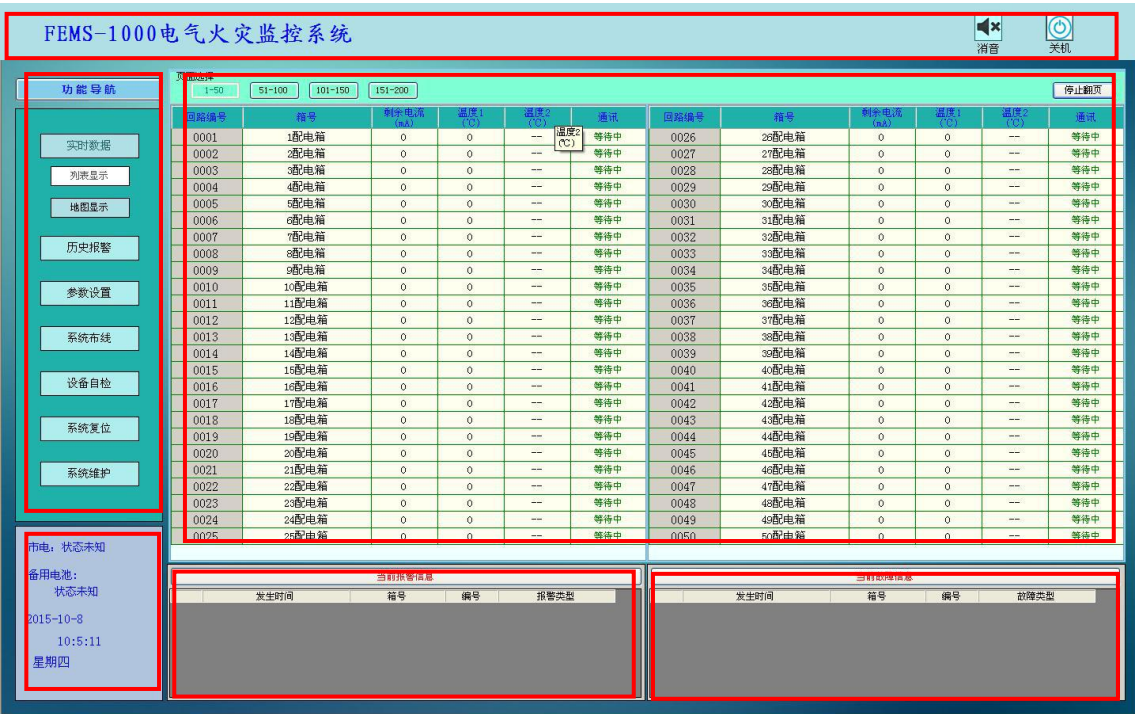

图 2 软件主界面
软件主窗体由六个部分组成(见图 2 软件主窗体)，介绍如下：
3. 活动窗体。在点击导航栏中的功能按钮后，显示相对于的功能窗体。系统开机初始化时默认显示“实时数据”下的“列表显示”窗体。(见图 2 软件主窗体)
2.1.1 列表显示。系统开机初始化时默认显示“实时数据”下的“列表显示”窗体(如图 2)。一页最多显示 50 个回路，每 50 个回路构成 1 页。
以平面图的显示系统中探测器的状态(如图 3)。系统开机初始化时默认显示“实时数据”下的“列表显示”窗体(如图 2)，可点击“导航栏”中“实时数据”下面的“地图显示”按钮切换到地图显示窗体。地图显示方式可更加直观的体现探测器所在的地理位置，极大的方便了用户的检修排查(如图 3)。